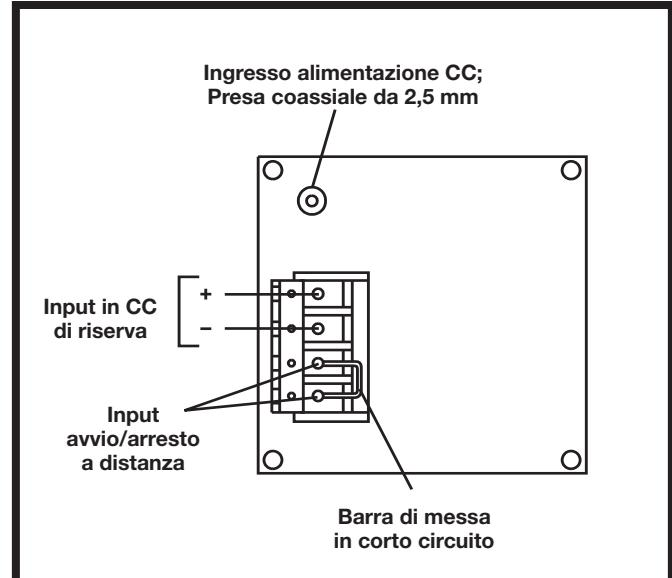

Figura 3. Motorizzazione pompa — Pannello posteriore
Il pannello posteriore, Figura 3, contiene un jack per l'alimentazione in CC per il collegamento all'alimentazione principale e una morsettiera a 4 terminali per il collegamento del telecomando di avvio /arresto e per l'alimentatore in CC di riserva.
**Avvio/arresto telecomando:** I terminali 3 e 4 sulla morsettiera nel pannello posteriore, Figura 3, servono per le operazioni di avvio/arresto con telecomando. Il senso operativo e la velocità della pompa non possono essere comandati a distanza. Nelle applicazioni senza l'uso del telecomando, questi terminali sono collegati assieme tramite una barra cortocircuitante. Per il comando a distanza per mezzo di chiusura di commutazione occorre togliere la barra cortocircuitante e collegare i due terminali dell'interruttore di comando a distanza ai terminali 3 e 4. La chiusura dei contatti dell'interruttore del telecomando provoca l'avviamento del sistema pompante. L'apertura del contatto provoca l'arresto del sistema pompante.